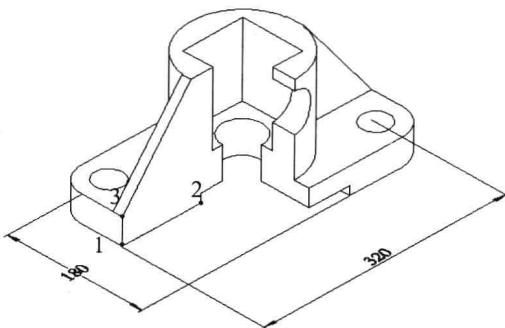

图 9-6-15
(23) 单击“视图”选项卡，在UCS面板中单击“世界”按钮 \odot ，恢复世界坐标系统。
(24) 单击“注释”选项卡，在“标注”面板中单击“线性”按钮 \mid ，捕捉并单击组合体底边的端点，标注出长度，用同样的方法标注出宽度。
(25) 单击“视图”选项卡，在UCS面板中单击“三点”按钮 \triangle ，依次捕捉并单击端点1、2、3，创建新的用户坐标系统，三个端点的位置如图9-6-15所示。
(26) 单击“注释”选项卡，在“标注”面板中单击“线性”按钮 \mid ，捕捉并单击底边